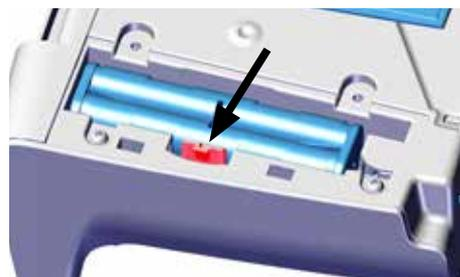

Рис. 2
- ⇒ Нажмите удерживающий зажим (Рис. 2) в сторону и извлеките держатель аккумуляторных батарей.